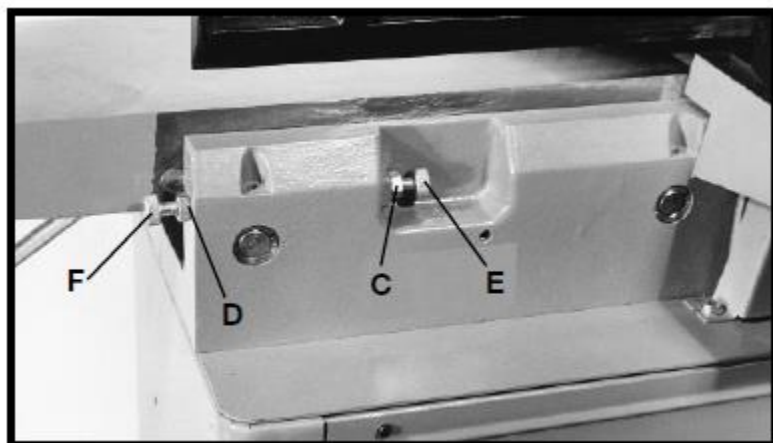

Рис. 17
Жёсткие упоры предусматриваются для ограничения высоты подводного стола. Жёсткие упоры можно регулировать ослаблением контргаек (C) и (D), рис. 17, и вращением двух регулировочных винтов (E) и (F). Рекомендуется, чтобы высота подводного стола регулировалась так, чтобы стол в своей наивысшей точке был на 0,5 мм ниже наивысшей точке ножей. Это важная характеристика фуговального станка, обеспечивающая быстрое позиционирование подводного стола для чистового или окончательного резания.